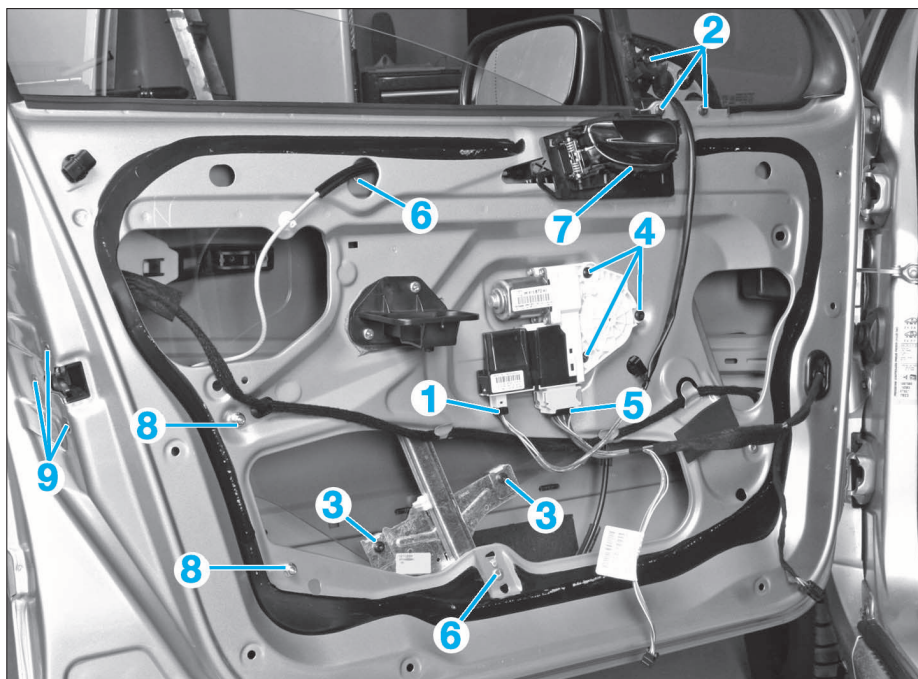

FIG. 38
- Déposer (Fig.38) :
- le connecteur (1) (si le connecteur est coincé contre la porte, déposer les vis (4) du moteur de lève-vitre)
- les vis (2)
- Déposer les 2 fixations (3) (Fig.38).
- Déposer les vis (4), les connecteurs (1) et (5) puis le moteur du mécanisme de lève-vitre (**Fig.38**).
- À l'aide d'une perceuse équipée d'un foret \varnothing 10 mm, faire sauter les rivets (6).